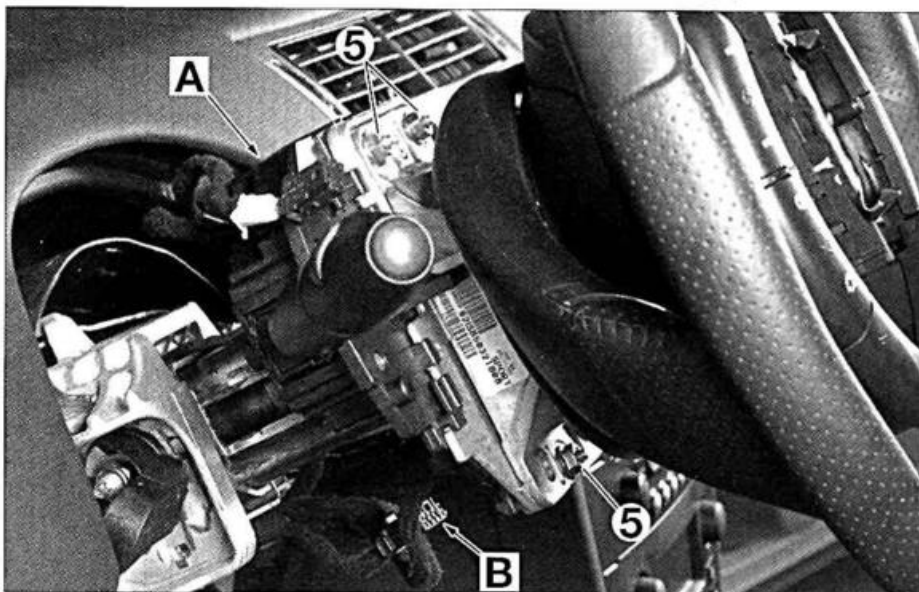

FIG. 2
- Desmontar el banda inferior izquierda (1).
- Desmontar las fundas superior (2) e inferior (3) de la columna de dirección.
- Sacar los conectores en "A" y "B" (fig. 2).
- las tuercas (5) (fig. 2),